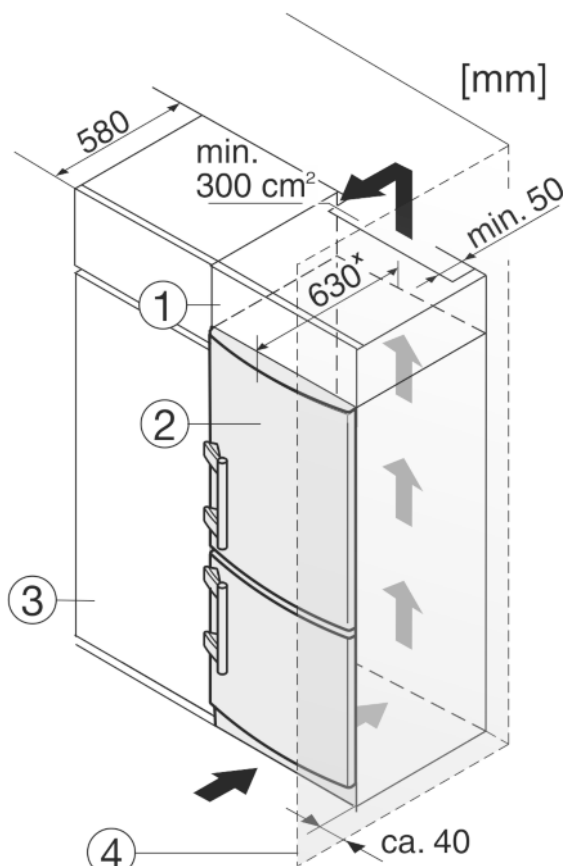

Fig. 8
- (1) Дополнительный шкафчик
(2) Устройство
(3) Кухонный шкаф
(4) Стенка
Устройство может быть окружено кухонными шкафами. Чтобы уравнять устройство Fig. 8 (2) по высоте с кухонной стенкой, можно установить над устройством дополнительный шкафчик Fig. 8 (1).
При комбинировании с кухонными шкафами (глубина макс. 580 мм) устройство можно установить непосредственно рядом с кухонным шкафом Fig. 8 (3). Устройство выступает сбоку на 34 мм* и по центру на 50 мм* относительно передней стенки кухонного шкафа.
Если устройство установлено на шарнирах у стены Fig. 8 (4), то расстояние между устройством и стеной должно быть не менее 40 мм. Настолько выступает ручка при открытой дверце.